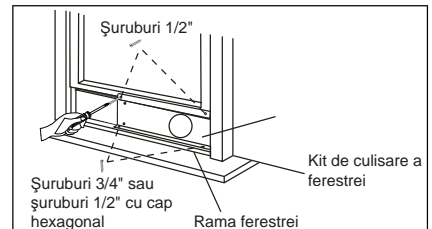

Fig. 15
3. Închideți geamul fixând-ul pe kitul de culisare a ferestrei. (Fig. 15)
4. Fixați kitul de culisare a ferestrei de geam cu două șuruburi de 1/2". (Fig. 15)
5. Fixați kitul de culisare a ferestrei de rama ferestrei (Fig. 15):